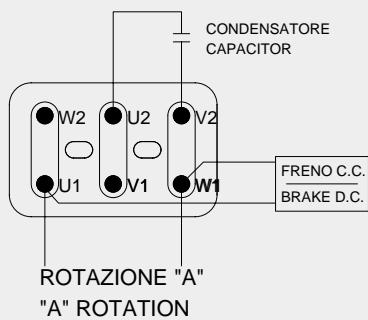

Fig. 28
**Primo metodo di collegamento:** fig. 28 - 29
**First connection method:** fig. 28 - 29